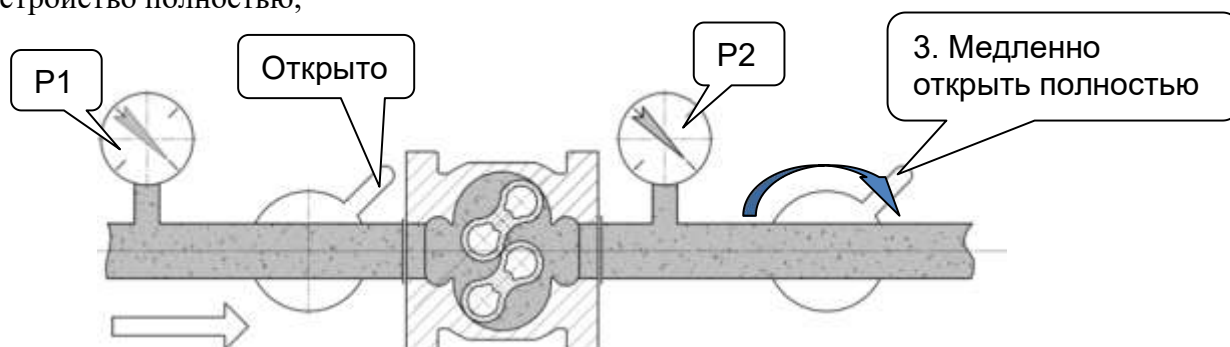

Рисунок 6 – Окончательный запуск
3) Очень медленно открываем запорное устройство после счетчика до начала вращения роторов, которое можно определить по вращению последнего цифрового ролика счетного механизма (рисунок 6). Если роторы вращаются равномерно, медленно открываем запорное устройство полностью;